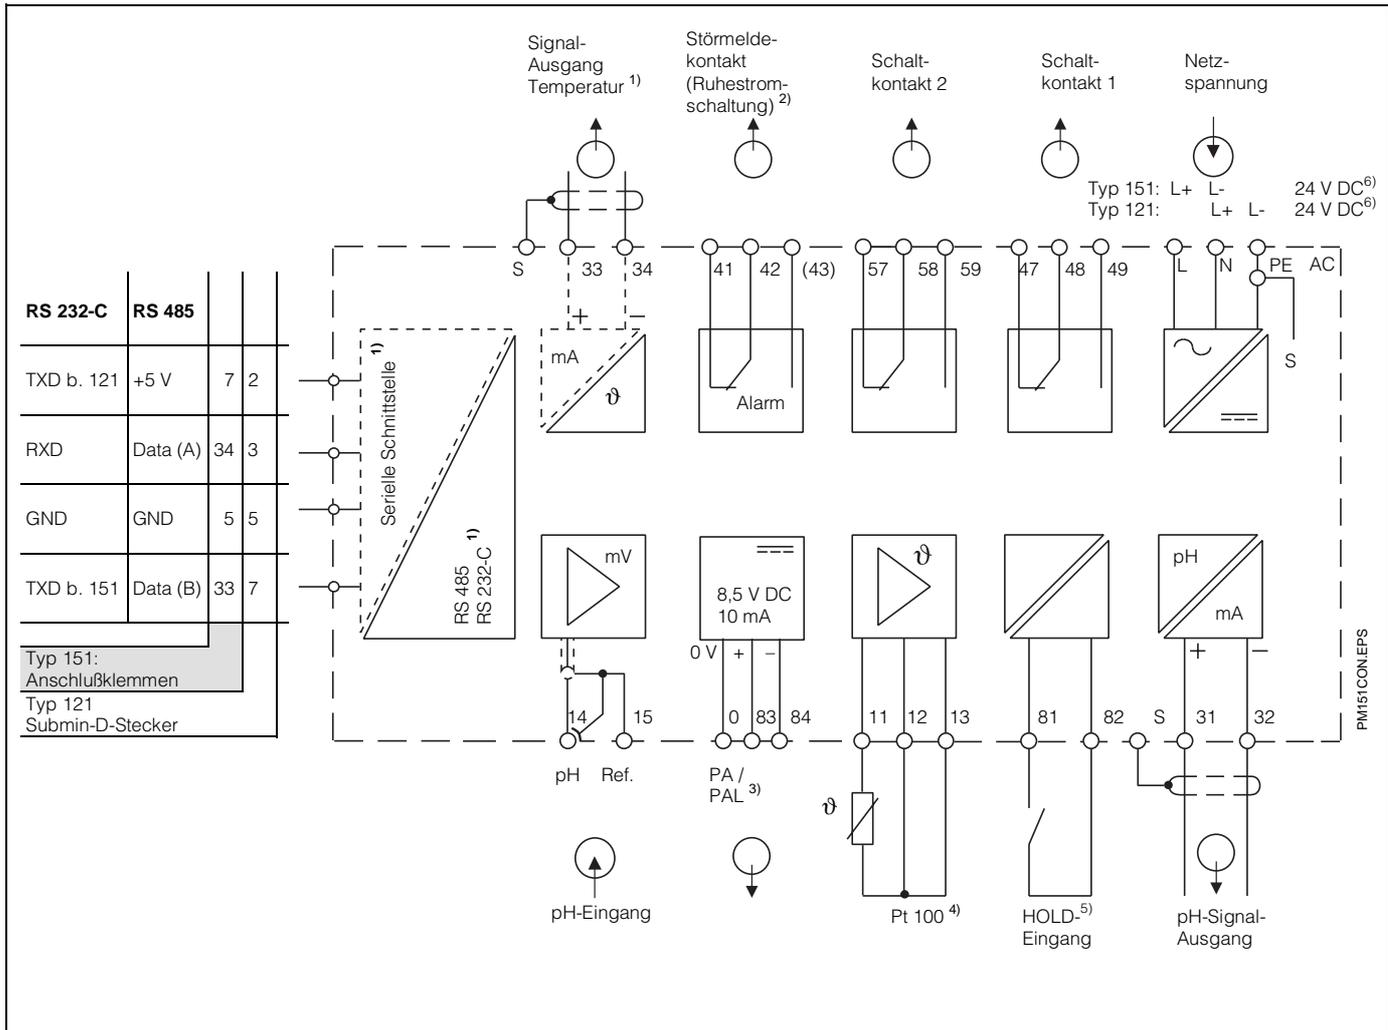

Bild 4.15: Elektrischer Anschluß
- Geräteanschluß gemäß Anschlußplan durchführen (siehe Bild 4.15).